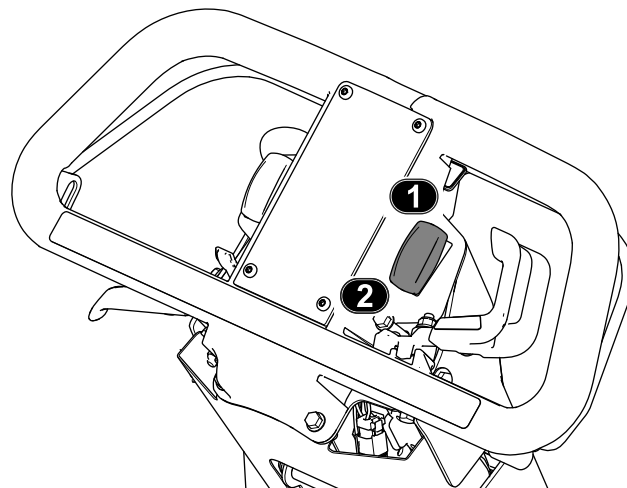

Figura 4
- **Ligar as luzes:** prima a parte de cima do interruptor (Figura 4).
- **Desligar as luzes:** prima a parte de baixo do interruptor (Figura 4).